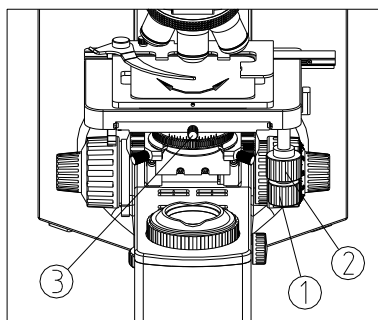

图 32
观察时，通过转动载物台的 X 轴移动手轮①、Y 轴移动手轮②来移动载物台。如果移动方向与图像移动方向不一致，可通过旋转载物台来调整。（如图 32）
(1) 稍稍松开载物台固定螺钉③。
(2) 将载物台顺时针或逆时针旋转一定角度，直到载物台移动方向与图像移动方向一致，然后将固定螺钉锁紧。